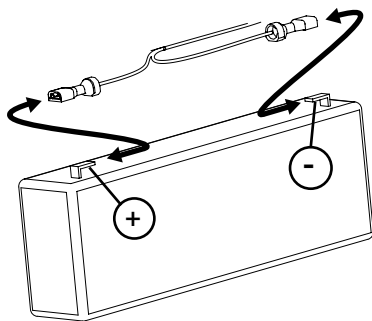

Figura 15
- Conecte el conductor positivo rojo con el terminal positivo (+) rojo. Conecte el conductor negativo negro con el terminal negativo (-) negro (Figura 15).